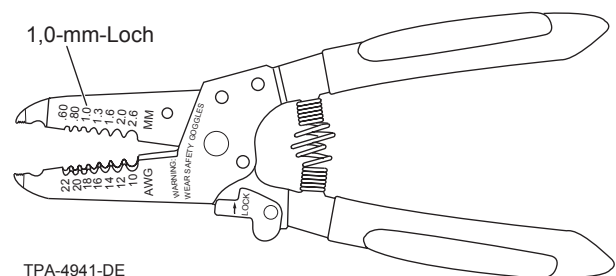
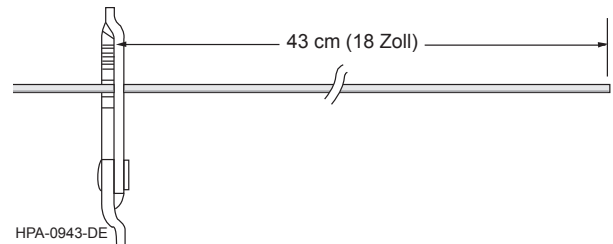

Abbildung 7
Abbildung 8
Schritt 1: Aderhülle in das 1,0-mm-Loch des Werkzeugs Ripley/Miller 721 (Abbildung 7) wie in Abbildung 8 dargestellt etwa 45 cm (18 Zoll) vom Hüllenende entfernt einlegen.